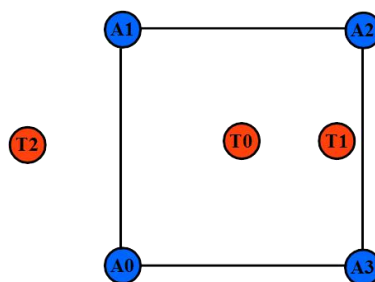

图 26: 包络面定位精度示意图
- 标签所处位置，如在基站包络面内精度较高为 10cm 左右，在包络面外精度降低，且离包络面越远精度越低。如图 26 所示，T0 的精度最高，T1 次之，T2 的最差。